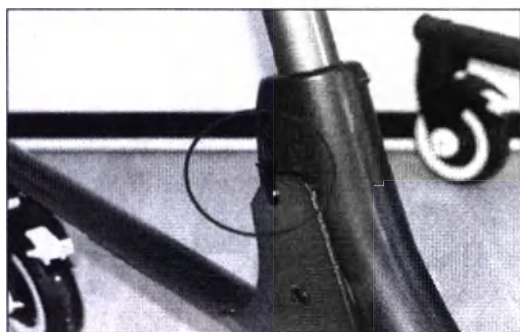

Рис. 3
- ❖ Встаньте сзади ходунка, нажмите на защелки, отмеченные на рис.3 и 7, одновременно толкая нижнюю часть рамы вниз.